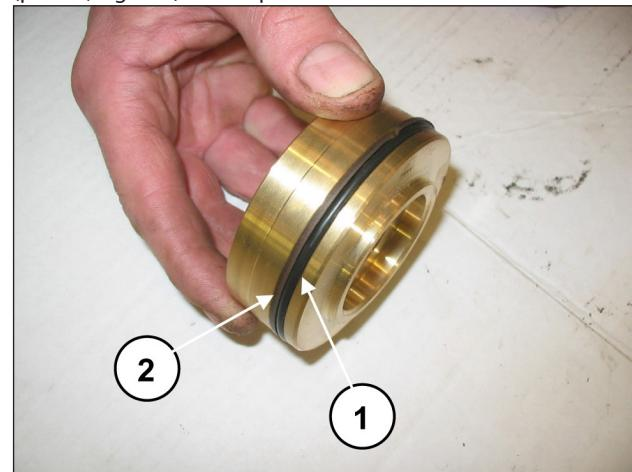

Fig. 127
Montar la junta tórica, pos. dibujo desglosado 17 (pos. ①, Fig. 127) y la anilla antiextrusión, pos. dibujo desglosado 21 (pos. ②, Fig. 127) en el tapón de la válvula de envío.